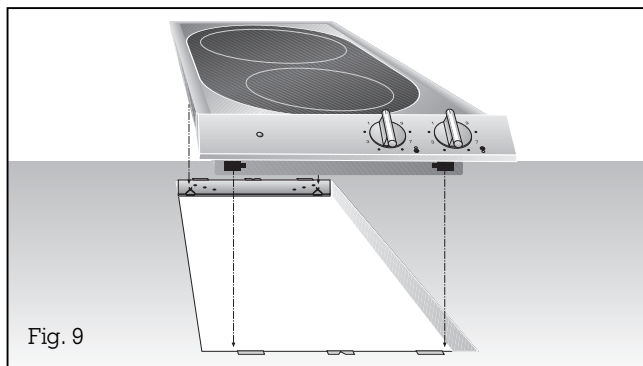

Fig. 9
- **Insérez l'appareil dans le plan de travail** en faisant en sorte que les ergots reposent précisément sur les ressorts de blocage. Enfoncez l'appareil fermement dans le plan de travail : les ergots de l'appareil se verrouillent dans les ressorts des rails (fig. 9).